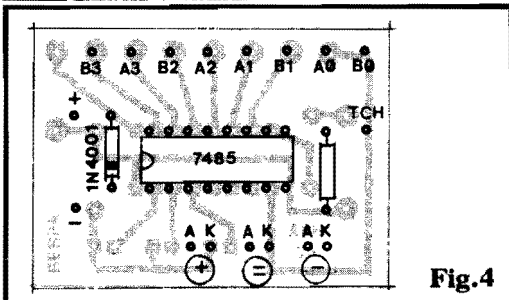

Fig.4
- FIG. 4 - “CHAPEADO” DA MONTAGEM - VISTA DOS COMPONENTES SOBRE A PLACA - Conforme já foi dito, diretamente em cima das plaquinhas são poucas as peças... Os únicos cuidados que o Leitor/Hobbysta deve ter são quanto ao correto posicionamento do Integrado (extremidade marcada voltada para a localização do diodo) e do diodo (extremidade marcada “virada” para a borda da placa que contém as conexões aos LEDs...). O “grosso” das ligações são feitas externamente à placa, através dos vários contatos periféricos devidamente codificados e cujos detalhamentos serão vistos adiante...
pelo lado não cobreado (como na fig. 4). Observar (e comparar com a fig. anterior...) os códigos atribuídos a cada ponto periférico de ligação...).
- FIG. 4 - CONEXÕES EXTERNAS À PLACAS - O diagrama mostra ainda a placa pelo lado